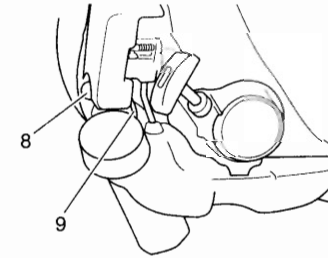

Fig. 5
- \* Presione el cebador (8) repetidamente para que el combustible fluya por el tubo de retorno (9). (Fig. 5)